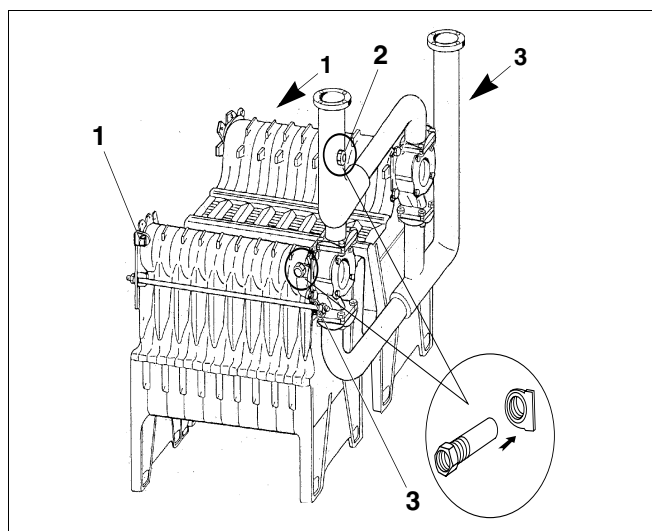

Fig. 30 Etancher doigts de gant et bouchons
- Etancher sur les côtés extérieurs, les doigts de gant (fig. 30, **pos. 3**) et les bouchons $\frac{3}{4}$ " (fig. 30, **pos. 1**) sur les blocs gauche et droite.
- Etancher le troisième doigt de gant dans le tuyau de raccordement de départ (fig. 30, **pos. 2**, voir matériel de montage).
Légende pour fig.30